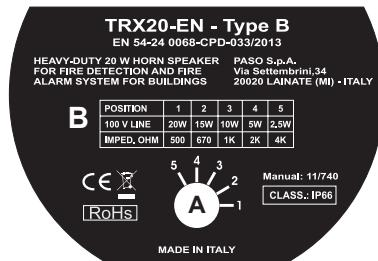

Fig. 2
Il cambio di potenza può essere effettuato operando sull'apposito regolatore a 5 posizioni (part. A, fig. 2) presente sul lato posteriore del diffusore. Inserire un piccolo cacciavite a lama piatta nella cava e ruotare in senso orario od antiorario fino a che il segno di riferimento non indica la potenza desiderata. La correlazione posizione/potenza sono indicate nella tabella (B).
The change of the power value can be simply carried out by means of the relative 5-position trimmer located on the rear side of the horn (det. A, Fig. 2). Insert a little flat-blade screwdriver into the slot and turn it clockwise or anti-clockwise until the reference mark matches the desired power. The position/power correlation is indicated in tabel (B).
Le réglage de la puissance s'obtient en intervenant sur le régulateur à 5 positions prévu à cet effet (détail A, fig. 2) et situé au dos du diffuseur. Introduire un petit tournevis à pointe plate dans le logement et tourner dans un sens ou dans l'autre pour amener l'indice de référence à hauteur de la puissance voulue. Les correspondances position/puissance sont indiquées dans le tableau (B).
Die Umstellung der Leistung erfolgt einfach über einen Schalter mit 5 Positionen (Detail A, Abb. 2) auf der Rückseite des Lautsprechers. Setzen Sie den Schlitz-Schraubendreher in den Schlitz ein und drehen Sie ihn nach links oder rechts bis das Zeichen die gewünschte Leistung anzeigen. Die Beziehung zwischen Position und Leistung ist in der Tabelle (B) angegeben.
Het vermogen kan eenvoudig veranderd worden met behulp van de speciale regelaar met 5 standen (detailA, afb. 2) op de achterzijde van de luidspreker. Steek een kleine platte schroevendraaier in de uitsparing en draai met de klok mee of tegen de klok in totdat het referentieteken het gewenste vermogen aangeeft. Zie voor de correlatie positie/vermogen de tabel (B).
El cambio de potencia se puede efectuar simplemente actuando sobre el regulador previsto con 5 posiciones (A, fig. 2) presente en el lado trasero del difusor. Introducir un destornillador de hoja plana pequeño en la ranura y girar en sentido horario o antihorario hasta que el signo de referencia indique la potencia deseada. La relación posición/potencia viene indicada en la tabla (B).